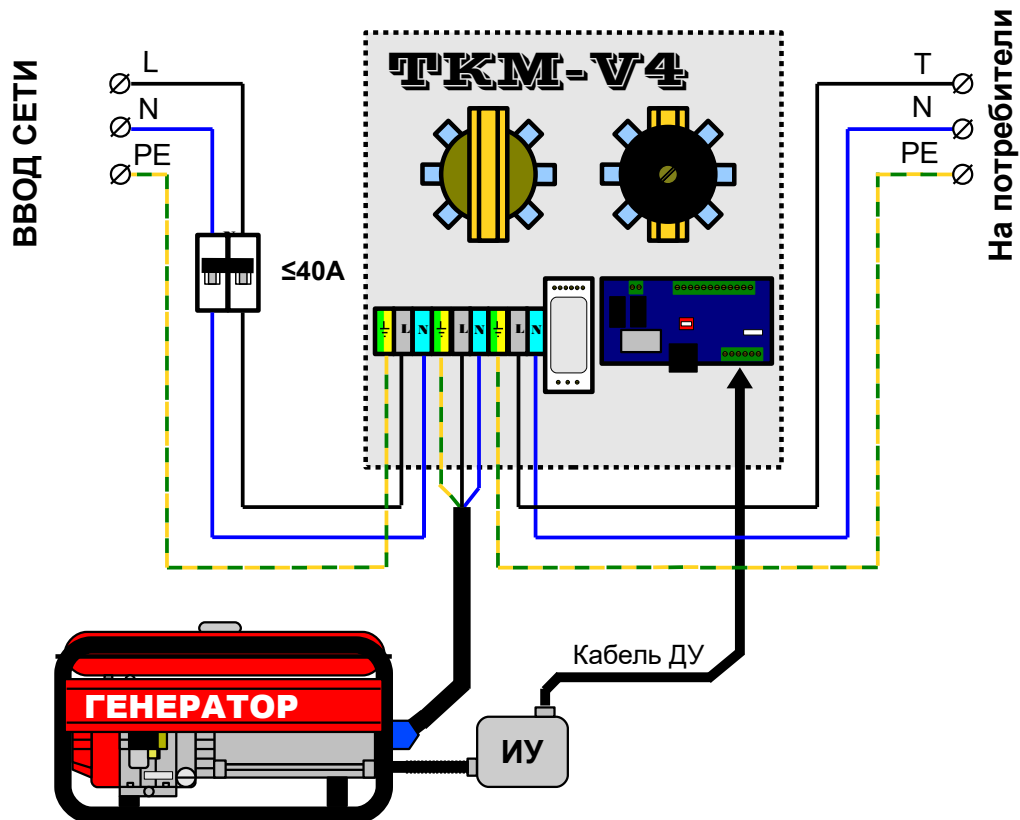

Рис.4. Схема подключения шкафа ТКМ-V4.
9. Подсоедините резервируемую линию (потребители) и ввод сети. Схема подключения показана на рис.4. **Обязательно подключите заземление!!! Без заземления устройство работать не будет!!!**